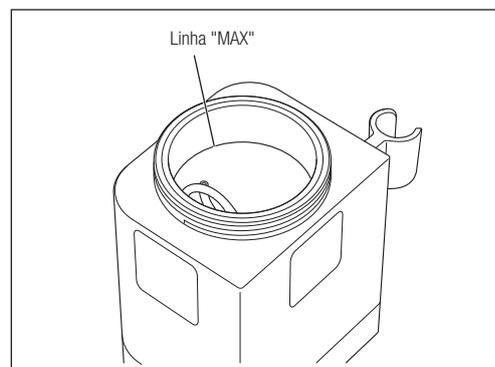

Fig. 24
1) Selecione a câmara e o pó a utilizar com este modo. Encha a câmara com pó até à linha "MAX" (aproximadamente 80 g de FLASH pearl ou aproximadamente 50 g de pó Perio-Mate) (Fig. 24).